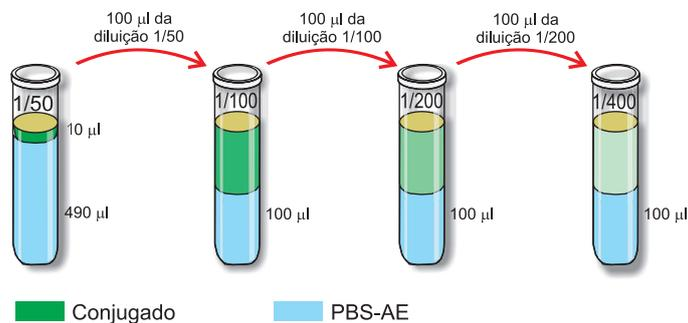

Figura 10- Diluições recomendadas para titular o conjugado
11. prepare a solução PBS e azul de Evans (AE) a 0,01%, para diluir o conjugado, seguindo as orientações do bloco "Fórmulas" deste manual.
12. faça as diluições do conjugado como apresentado na figura 10.